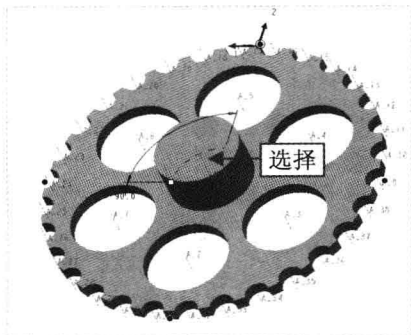

图 17-54 选择阵列中心轴 2
Step 07 选择刚创建的拉伸特征, 用与上同样的方法, 使用“阵列”命令, 弹出“阵列”选项卡, 设置阵列类型为“轴”阵列, 选择 A_1 轴为阵列中心轴, 如图 17-54 所示。